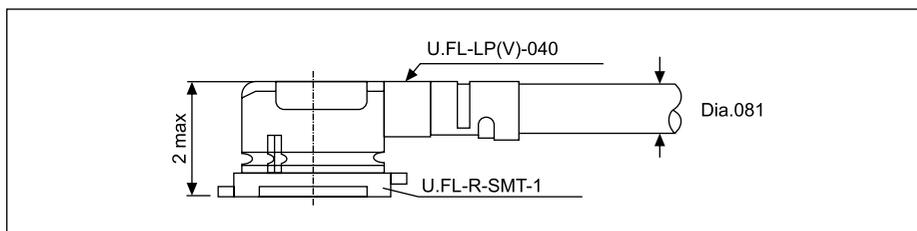

Рис. 15. Сборка соединителей Hirose
U.FL-LP(V)-040 — не превышает 2 мм, а площадь платы, занимаемая под установочными соединителями, — менее 7,7 мм2 (рис. 15).